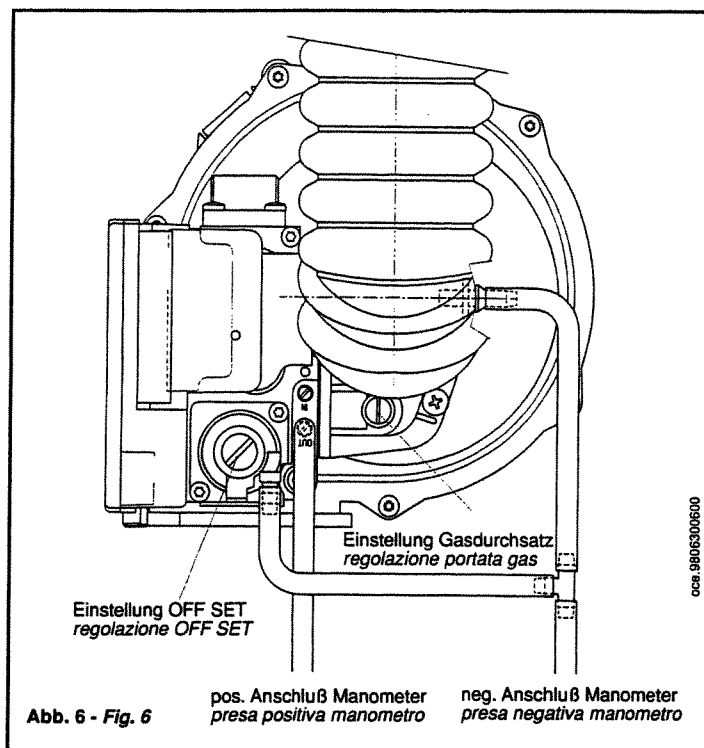

Abb. 6 - Fig. 6
Vor diesem Vorgang den positiven Anschluß eines Differenz-Mikromanometers an den dahinter befindlichen Druckanschluß des Gasventils anschließen. Den negativen Anschluß des Manometers an den Ausgleichanschluß des Gasventils über ein geeignetes T-Stück anschließen, welches das Manometer, den Ausgleichanschluß des Ventils und den Ausgleichanschluß des Kessels miteinander verbindet (vgl. Abb. 6).
- Die Kaminfeger-Taste (7) 10 Sekunden lang drücken, bis auf dem Display der blinkende Code [25] angezeigt wird;
- Die minimale Heizleistung des Gerätes über Bedienelement (9) einstellen;
- Überprüfen, ob OFF SET, der auf dem Mikromanometer abgelesene Druckwert, gleich Null ist; anderenfalls die Einstellschraube auf dem Gasventil betätigen (vgl. Abbildung 6);
- Die maximale Heizleistung des Gerätes über Bedienelement (9) einstellen;
- Überprüfen, ob der an der Abgasleitung des Gerätes gemessene CO2-Wert 8,7% beträgt, anderenfalls die Einstellschraube des Gasdurchsatzes auf dem mit dem Gasventil kombinierten Venturirohr betätigen (vgl. Abbildung 6);